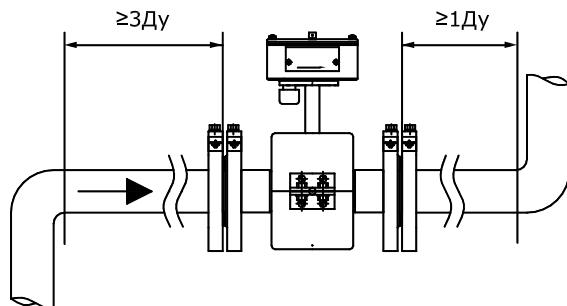

Рисунок 8.4
8.2.6 Расходомер необходимо располагать в той части трубопровода, где пульсации и завихрения минимальные. При установке расходомера необходимо обеспечить прямолинейные участки трубопровода длиной не менее $3 \cdot D_u$ до и $1 \cdot D_u$ после ППР (см. рисунок 8.4). Прямые участки могут быть изготовлены из труб по ГОСТ 10704 - электросварные (тонкие) или по ГОСТ 8732 - бесшовные (более толстые). Для D_u 15мм можно использовать трубы по ГОСТ 8734.